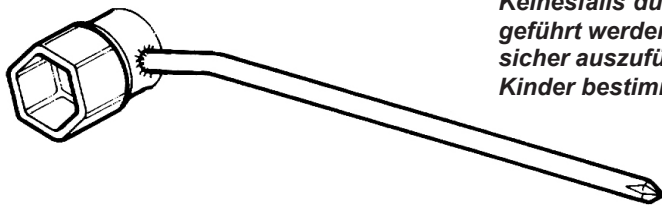

Fig. 1
Per un buon mantenimento del GRIZZLY ed una maggiore sicurezza è necessario prestargli una adeguata assistenza. E' dunque opportuno seguire scrupolosamente la scheda di manutenzione periodica riportata qui di seguito. Per le operazioni di maggiore evenienza viene fornito un attrezzo multiuso che comprende chiave candela / cacciavite a croce vedi fig.1. E' assolutamente necessario per la Tua sicurezza e per quella degli altri e per garantire un buon funzionamento del veicolo, far effettuare alle scadenze programmate nella TABELLA riportata a pag. **148** del presente manuale, gli interventi di Manutenzione Ordinaria.
*Für häufiger durchzuführende Arbeiten wird ein Mehrfachwerkzeug beigelegt, das einen Zündkerzenschlüssel und einen Kreuzschlüssel beinhaltet, siehe Abb. 1. Für Ihre eigene Sicherheit und die der anderen, sowie, um die korrekte Funktion des Fahrzeugs zu garantieren, ist es unerlässlich, die ordentlichen Wartungseingriffe mit einer Regelmässigkeit vornehmen zu lassen, wie sie der Tabelle auf Seite **149** dieses Handbuchs zu entnehmen ist.*
A multi-purpose tool is provided for the most common jobs – this tool combines a sparking plug wrench and a cross-headed screwdriver – see fig.1.
*Pour les opérations urgentes, se servir de l'outil multifonctions fourni avec le véhicule et composé de la clef à bougie / le tournevis cruciforme (voir fig.1). Vous devez absolument faire effectuer, aux échéances programmées dans le tableau de la page **151**, les interventions d'Entretien de Routine. Celles-ci permettront d'assurer aussi bien votre sécurité que celle des autres et de garantir le bon fonctionnement du véhicule. **La non-exécution de ces interventions peut compromettre le bon fonctionnement du véhicule avec toutes les conséquences que cela impliquerait. Pour toute information concernant les modalités d'application de la garantie, consulter le "Livret de Garantie et de Service". Évitez, en tout cas, d'effectuer tout entretien si vous n'êtes pas parfaitement en mesure de les effectuer en sécurité. N'oubliez pas que GRIZZLY est un véhicule destiné aux enfants!***
Para las operaciones más frecuentes se ha suministrado una herramienta multiuso que incluye llave de bujías / destornillador de cruz (ver fig. 1).